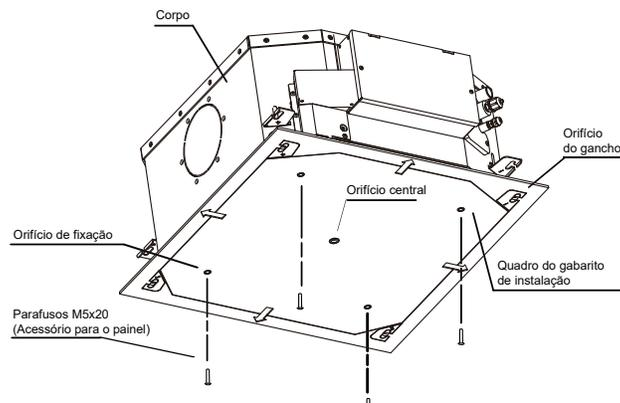

Figura 14
2. Assim que tiver elevado e montado a unidade, use parafusos M5x20 (incluídos com a placa de instalação) para prender a placa de instalação (acessório 2) no corpo da unidade. Certifique-se de verificar o tamanho e as posições da abertura no teto e o acesso para manutenção antes de fazê-lo. Consulte a Figura 14.